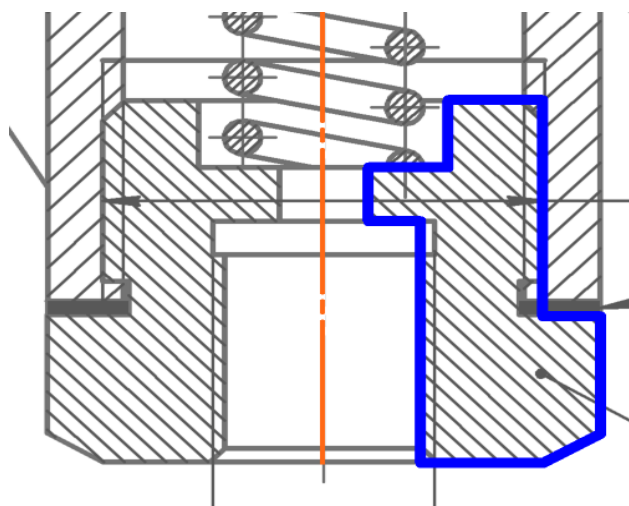

Рис. 74
1.1. **Штуцер** представляет собой деталь, ограниченную поверхностями вращения, с шестигранным элементом под ключ. Деталь имеет стандартные конструктивные элементы: метрическую резьбу – наружную для соединения с *Корпусом* (сопряженный размер М 60 × 3) и внутреннюю (М 30) для соединения с другими элементами системы. Для выхода резьбонарезающего инструмента выполнены проточки (рис. 74).
1.3. Сечение для элемента вращения выделено фиолетовым цветом на рис. 23 (2). Откройте фрагмент со вспомогательным изображением и обведите контур сечения с помощью инструмента *Автолиния* (см. рис. 74). Режим *Ортогональное черчение* должен быть включен. Обратите внимание, что контур выполняется без изображения проточек и фасок, так как для их формирования будут использоваться дополнительные стандартные трехмерные элементы.